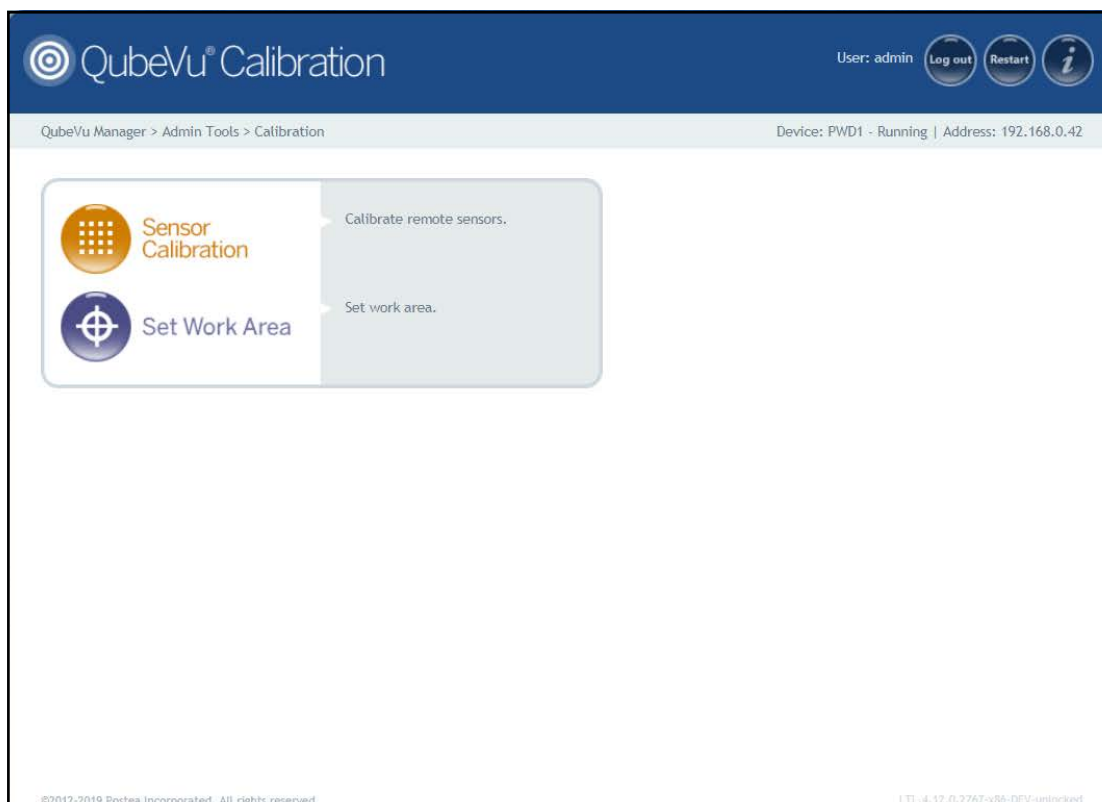

Figura 5-3. Menú de calibración
1. Pulse  en el menú **Calibration** (Calibración) (Figura 5-3 en la página 23) para entrar en el menú **Remote Sensors Calibration** (Calibración de sensores remotos).
1. Pulse  **Set Work Area** en el menú **Calibration** (Calibración) (Figura 5-3 en la página 23) para entrar en el menú **Set Work Area** (Establecer zona de trabajo).